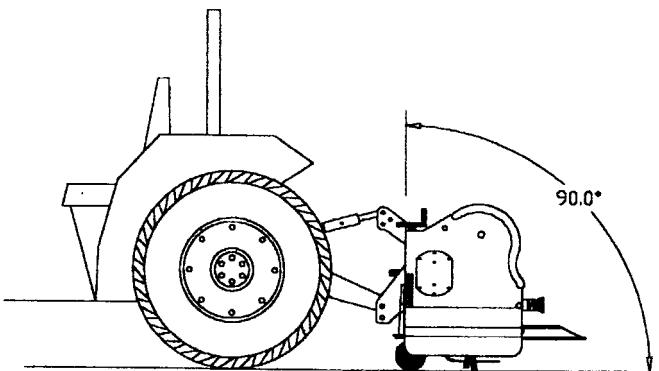

Fig. 8
6. Ridurre o aumentare la lunghezza dell'attacco superiore per mettere l'arieggiateur in verticale (Fig. 8). Usare la cassetta di livello in modo che l'arieggiateur sia equilibrato quando viene sollevato (visto dal davanti).